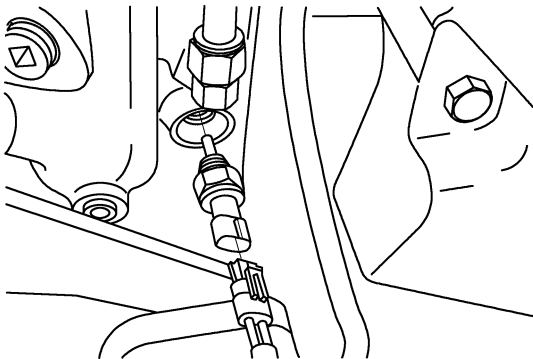

图 4-45 拆下冷却液温度传感器
(1) 拆卸
① 等到冷却液温度降到 50°C 以下时, 再打开散热器压力盖, 并放掉冷却液。
② 抬起锁片并拔下电气插头, 拆下冷却液温度传感器, 如图 4-45 所示。
(2) 安装
① 更换 O 形圈, 并用机油润滑新密封圈, 安装传感器并拧紧(拧紧力矩为 $14\text{N}\cdot\text{m}$)。
② 将插头推到一起并锁紧。加注冷却液, 运